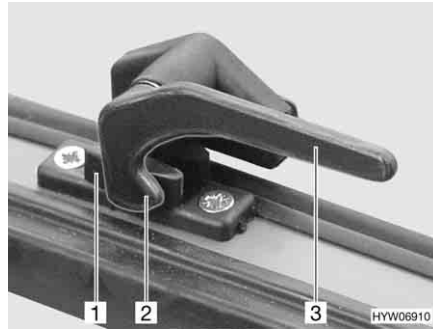

Fig. 67 Leva di serraggio in posizione "Chiuso"
- Ruotare la leva di serraggio (Fig. 67,3) di un quarto di giro verso il centro della finestra.
- Ruotare la leva di serraggio (Fig. 67,3) di un quarto di giro verso il telaio della finestra. Il nasello di chiusura (Fig. 67,2) si trova sul lato interno della chiusura della finestra (Fig. 67,1).
- In posizione "Completamente chiusa" (Fig. 67).